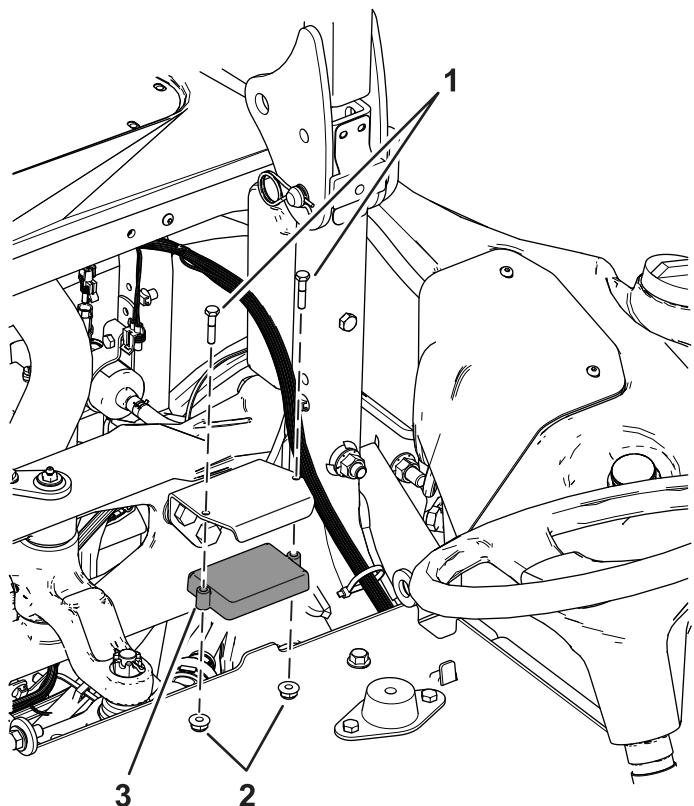

Figura 4
5. Instale o sensor no suporte de montagem com dois parafusos ($\frac{1}{4}$ pol. x $1\frac{1}{4}$ pol.) e duas porcas ($\frac{1}{4}$ pol.); consulte a Figura 4.